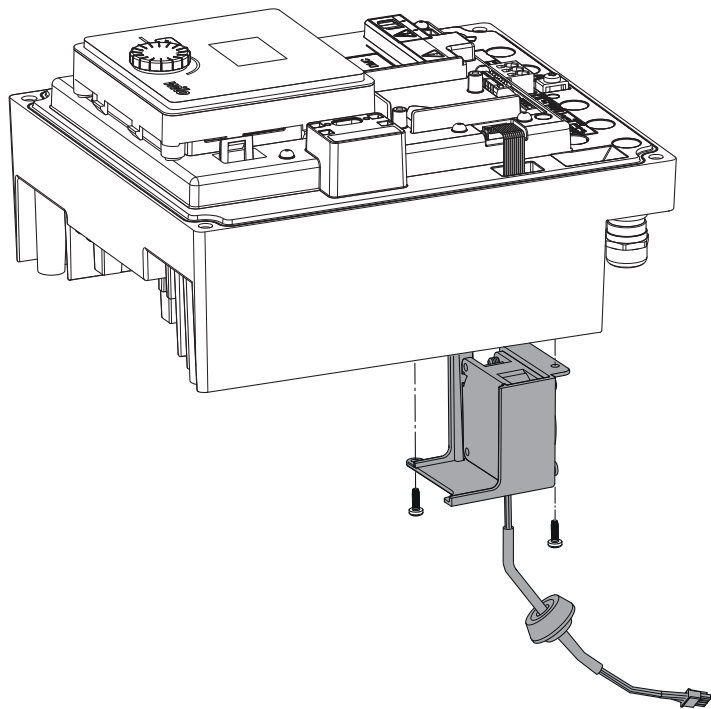

Fig. 48: Ta av modulventilatoren inkl. kabel og gummitetning
- Ta av modulventilatoren, og løsne kabelen med gummitetning fra modulunderdelen (Fig. 48).